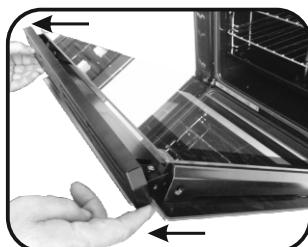

Rys. 2
- Przed rozpoczęciem czynności związań z myciem szyby zablokować zawiązki, jak pokazano na Rys. 2. Odblokować zawiązki po zakończeniu czynności. (Rys. 2)